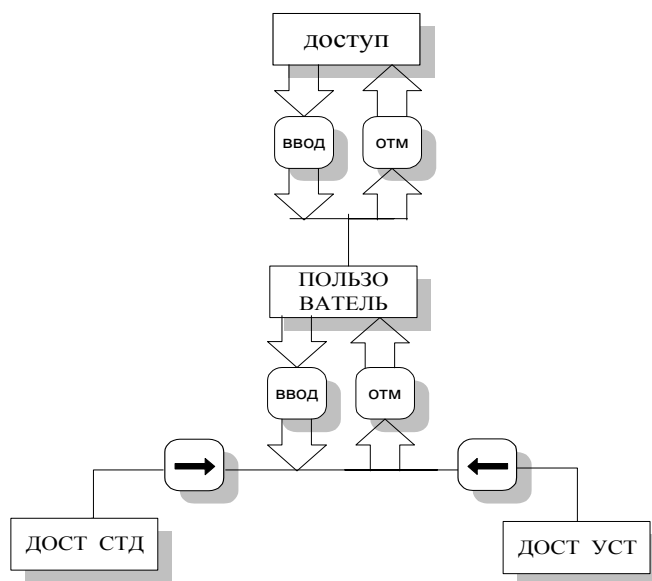

Рис. 20
5.3.15.4.4. Структура меню “ДОСТУП” приведена на рис.20.